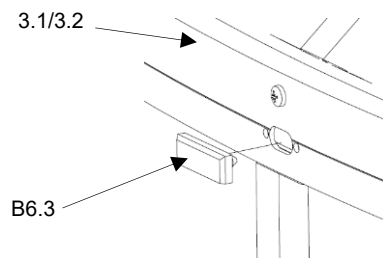

Abb.67
- Entwässerungskappen (B6.3) in den Bohrungen der Traufprofilen (3.1/3.2) positionieren. (Abb.67)